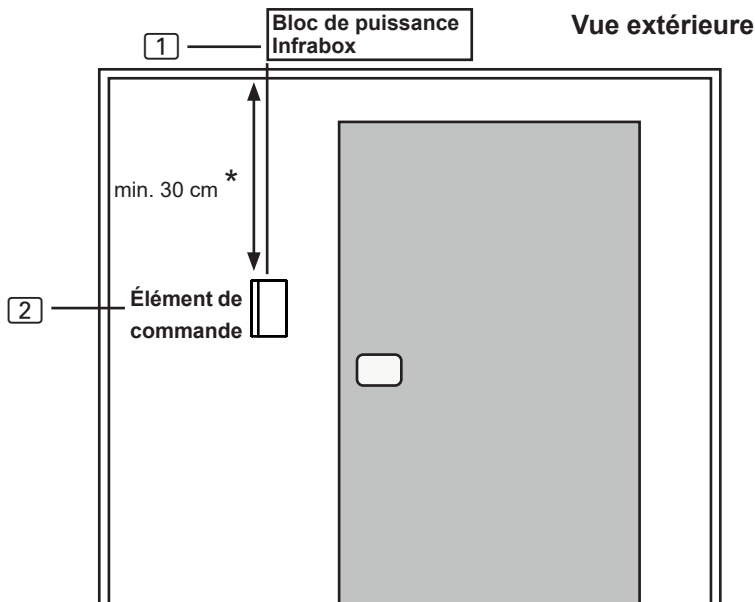

Fig. 2 Position du panneau de commande
Le panneau de commande [2] de la commande infrarouge est monté sur la paroi extérieure de la cabine à une distance maximale de 10 mètres du bloc de puissance [1] (voir Fig. 2). Pour le montage, une scie sauteuse usuelle, par exemple, est nécessaire pour réaliser la découpe pour le panneau de commande. Il est possible de monter le panneau de commande aussi bien dans la cabine qu'à l'extérieur de la cabine.
*En cas de montage à l'intérieur d'une cabine infrarouge, respecter une distance minimale de 30 cm par rapport au plafond de la cabine (voir Fig. 2 Position du panneau de commande à la page 11).